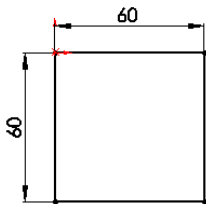

图 3-113 绘制的草图
**02** 绘制草图。在菜单栏中选择“工具”→“草图绘制实体”→“矩形”命令，或者单击“草图”工具栏中的“边角矩形”图标按钮，以原点为一角点绘制一个矩形并标注尺寸，结果如图 3-113 所示。